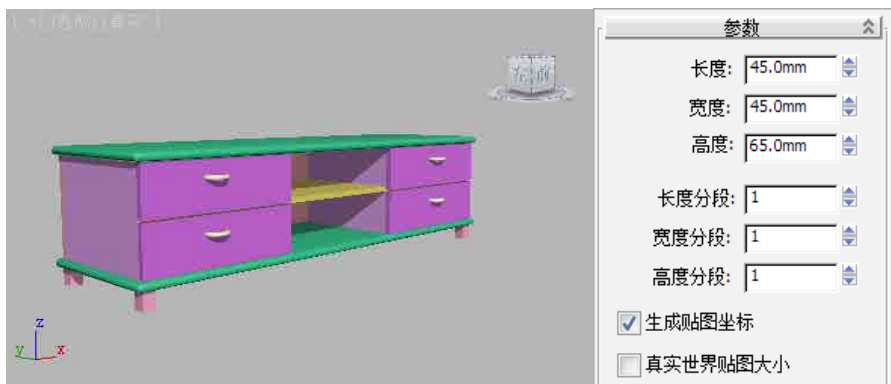

图3-80
- 06 制作电视柜支架。单击 **长方体** 按钮，在顶视图中绘制**长度**为45、**宽度**为45、**高度**为65的长方体并命名为“支架”，位置与参数如图3-80所示。